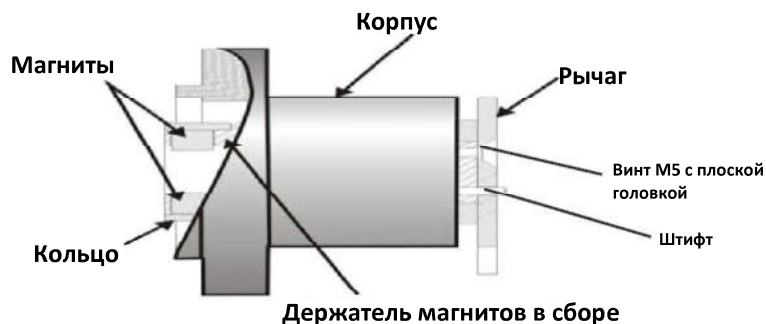

Рис. 14. Держатель магнитов для двусторонних клапанов
1. Убедиться, что рычаг закреплен на узле магнита и надежно удерживается винтом M5 с плоской головкой. Магнитная ось должна быть в вертикальном положении, если рычаг находится в положении, соответствующем закрытому клапану. Плотнo затянуть винт рычага. См. Рис. 14.